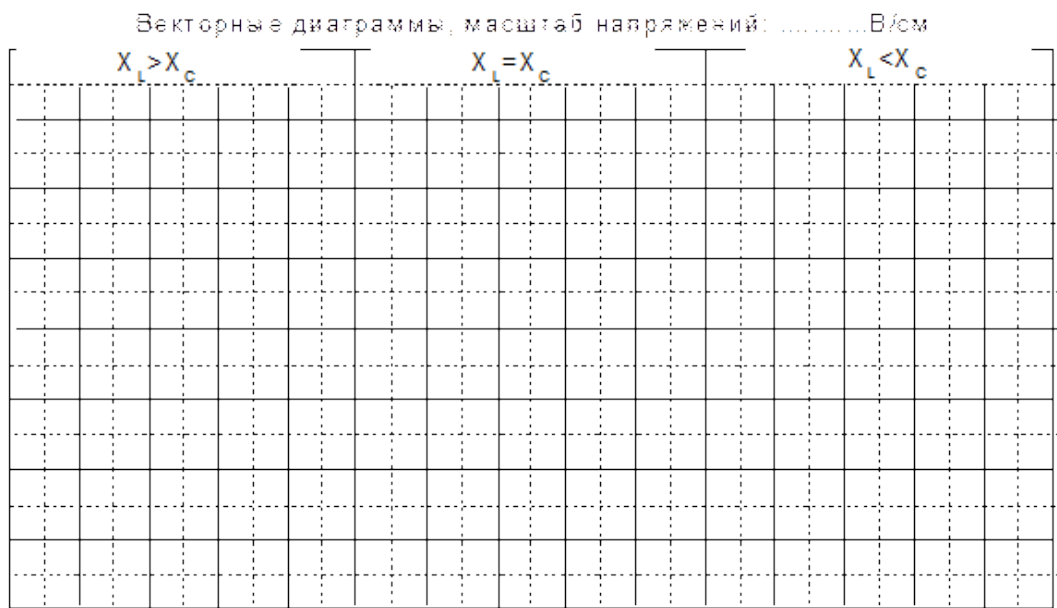

Рис. 7.4
8. На рис. 7.4 постройте в масштабе векторные диаграммы для всех случаев.